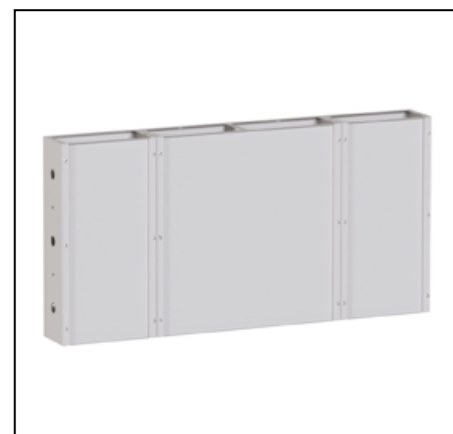

Рис. 54
2.1. Извлечь нижний модуль СБ [2] из упаковки (рис. 54).